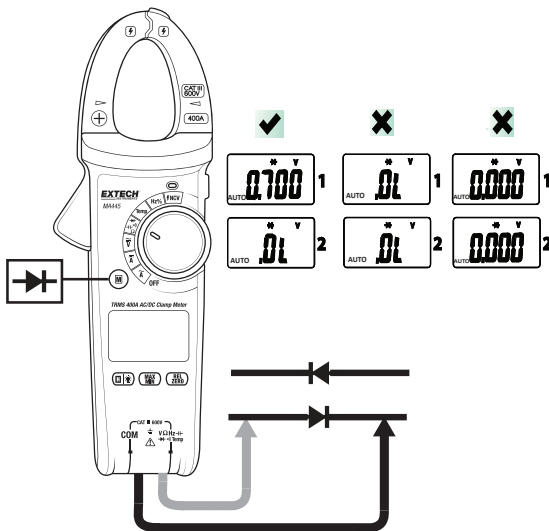

Fig. 10 – Teste de Diodo
3. Insira o plugue banana do cabo de teste preto no conector negativo (COM) e o plugue banana do cabo de teste vermelho no conector positivo (V). Consulte a Fig. 10.